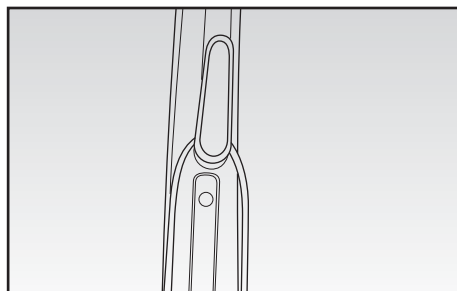

Fig. 10
- Riassemblare l'apparecchio e riporlo utilizzando l'apposito avvolgicavo (N) posteriore (Fig. 10).